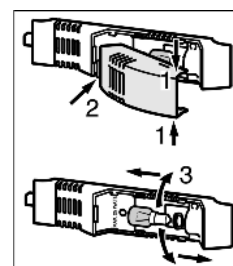

Fig. 8
- Kryt světla uchopte nahoře a dole **Fig. 8 (1)**.
- Kryt světla vzadu uvolněte ze západek a vysadte **Fig. 8 (2)**.
- Výměna žárovky **Fig. 8 (3)**.